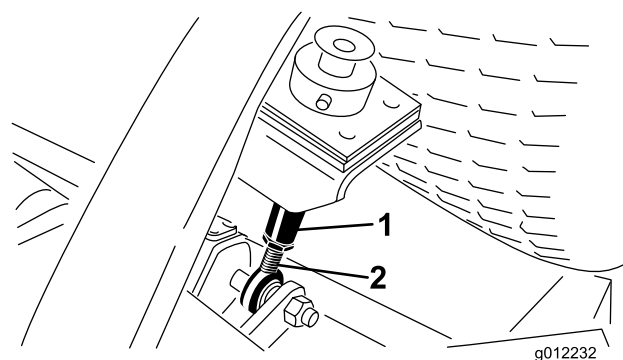

Figura 11
6. Afloje las contratuercas del extremo inferior de las varillas de ajuste de la altura de corte (Figura 11).